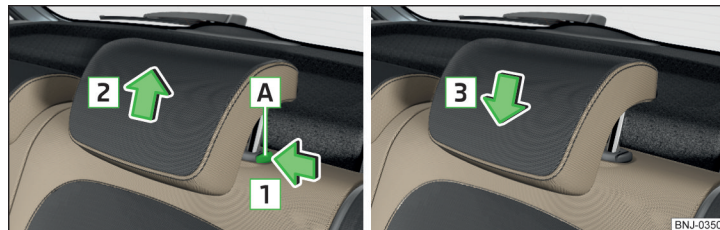

Fig. 75 Extraer/introducir el reposacabezas
- Mantener presionada la tecla de seguridad **A** en el sentido de la flecha **1** y retirar el reposacabezas en el sentido de la flecha **2** » fig. 75.